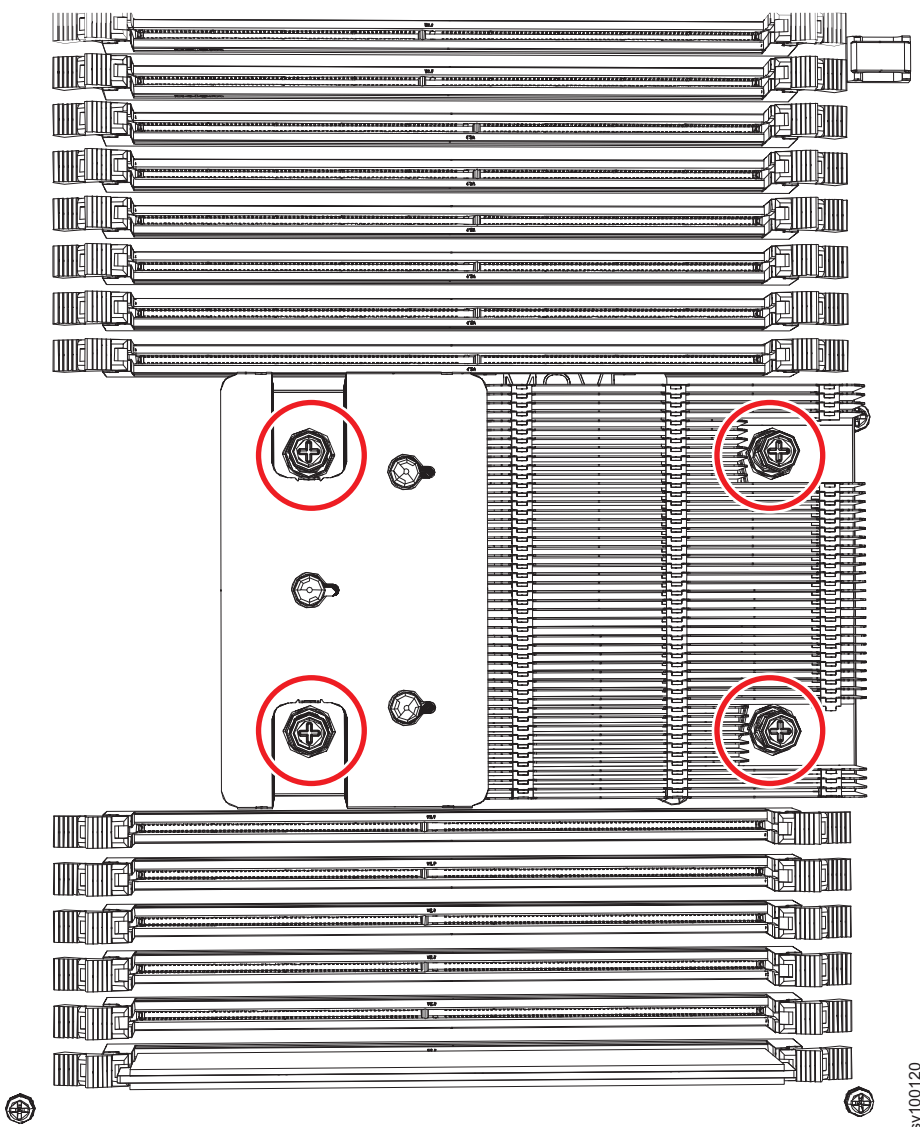

図 193. 2145-SV1 マイクロプロセッサへのヒート・シンクの取り付け
8. 247 ページの図 193 に示すように、マイクロプロセッサの上部でヒートシンクを位置合わせします。新規のヒートシンクを取り付ける場合は、グリース・カバーを取り外します。